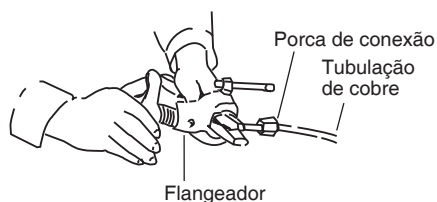

Fig. 5-3
- (3) Remover a porca de conexão da unidade e certificar-se de montá-la no tubo de cobre.
- (4) Fazer uma flange na extremidade do tubo de cobre com um flangeador. (Fig. 5-3)